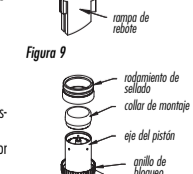

Figura 10
9. Vuelva a colocar el rodamiento de sellado en el eje del pistón. Utilice el collar de montaje (Figura 10) proporcionado en el conjunto de sellado para simplificar este paso. Coloque el collar de montaje en el extremo abierto del eje del pistón y deslice el rodamiento de sellado (el extremo más grande primero) sobre el collar en el lugar del eje donde pertenece. Tenga cuidado de no cortar ni pellizcar las juntas al volver a instalar el rodamiento de sellado. Una vez que el rodamiento de sellado está en su lugar, retire el collar de montaje.